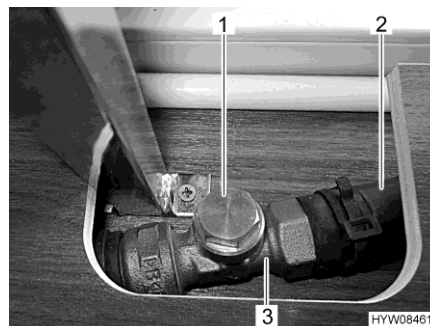

Fig. 172 Vanne d'étranglement (ouverte)
- Saisir la dérivation (Fig. 172,2) derrière la vanne d'étranglement (Fig. 172,3). Le flexible doit être tiède.